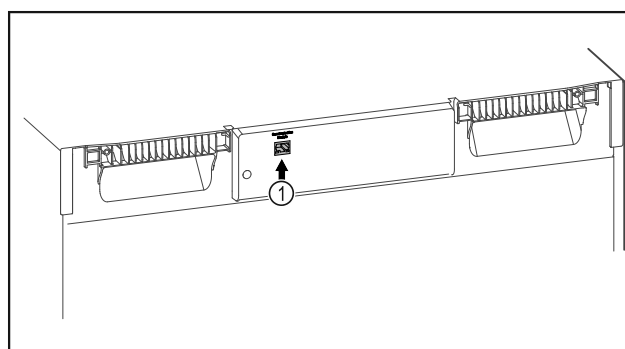

Fig. 85
- SmartModule Fig. 85 (1) is geplaatst.